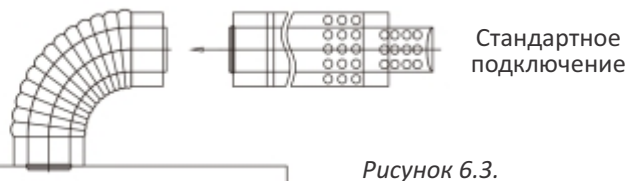
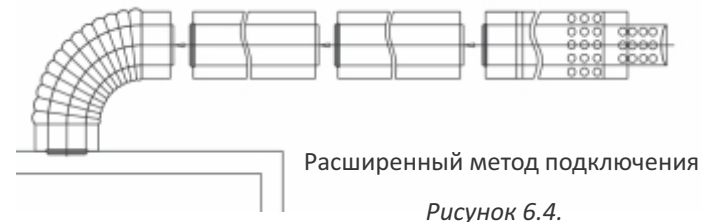

Рисунок 6.3.
Рисунок 6.4.
6.5. Подключение трубы делится на стандартное (рисунок 6.3.) и удлинённое (рисунок 6.4.). Независимо от типа соединения, используется только стандартная труба. Газовый котёл допускает максимальную длину прямой трубы - 1 м, согласно приведённой формуле (не более 1 м).